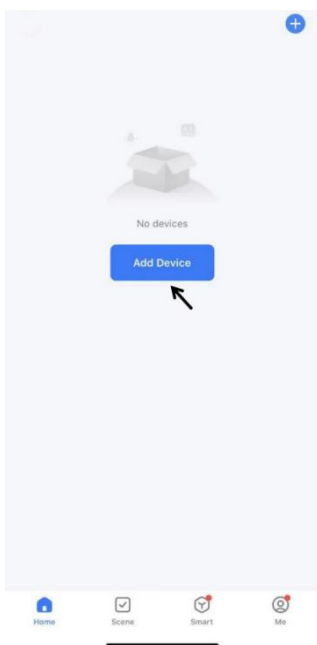

Abb.1
2. Registrieren Sie sich oder melden Sie sich bei Ihrem Konto in der APP an. Tippen Sie auf das „+“ in der oberen rechten Ecke oder auf die Schaltfläche „Gerät hinzufügen“, um Ihr Gerät hinzuzufügen. (Abb.1)